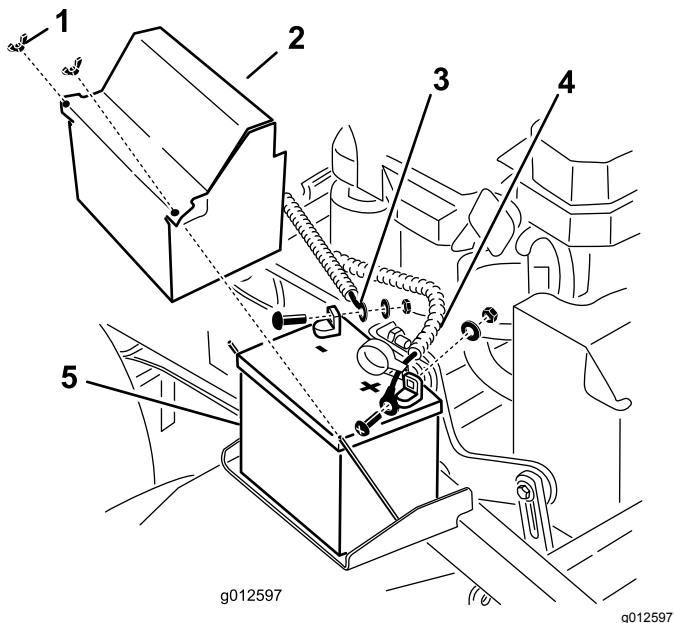

Figure 27
11. Installez la batterie sur la machine (Figure 27).